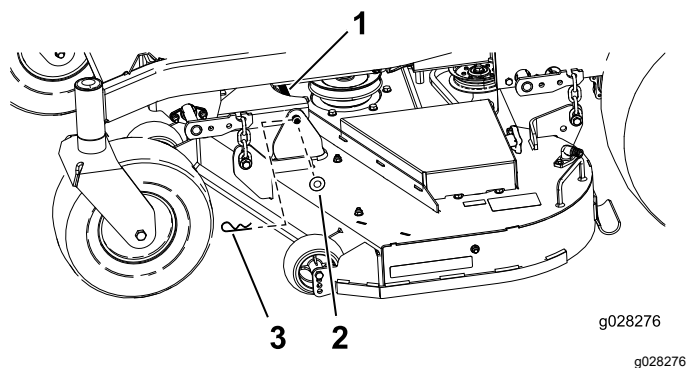

Figura 77
6. Retire la chaveta y la arandela que sujetan el pasador de enganche al bastidor y a la carcasa; retire el pasador de enganche (Figura 77).
9. Sujete el perno de enganche con las chavetas y las arandelas que retiró anteriormente (Figura 77).